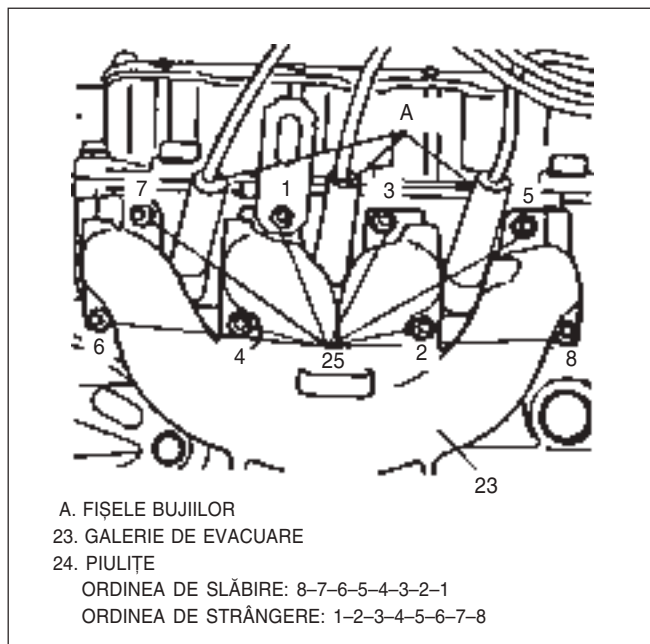

Fig. 10 Galeria de evacuare
- 5) Piulițele de fixare a galeriei (Fig. 10) strânse în ordinea 8-7-6-5-4-3-2-1.
- 6) Galeria de evacuare(23) și garnitura(22).